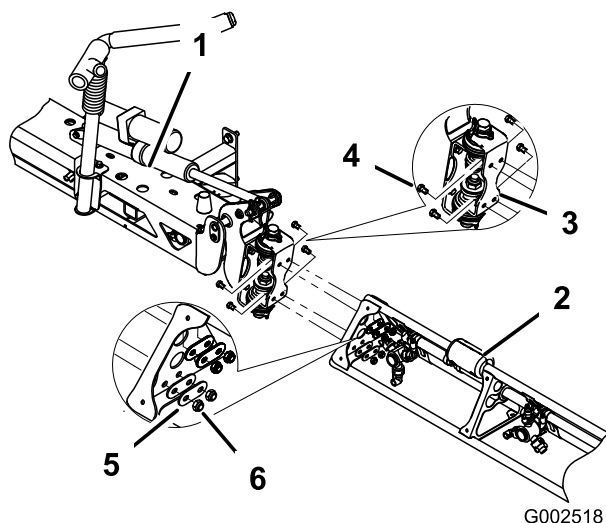

Bild 15
7. Montieren Sie die Auslegersektion mit den in Schritt 6 entfernten vier Schrauben, vier Mutterscheiben und vier Muttern an der Scharnierplatte des mittleren Auslegers, siehe Bild 15.